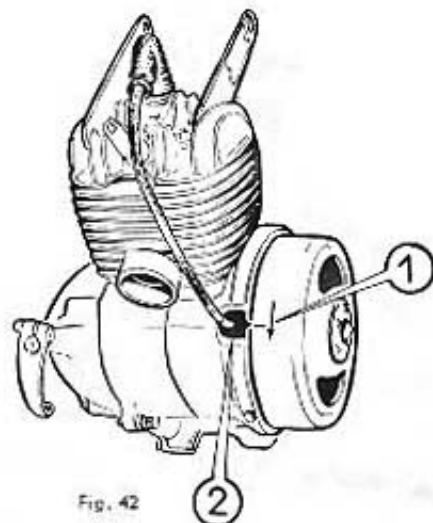

Fig. 42
- Sans déplacer le piston, faire tourner le rotor pour amener les repères du rotor et du stator en regard (fig. 42, page 22).
Mettre les repères du rotor et du stator en regard, débloquer le rupteur (fig. 42).